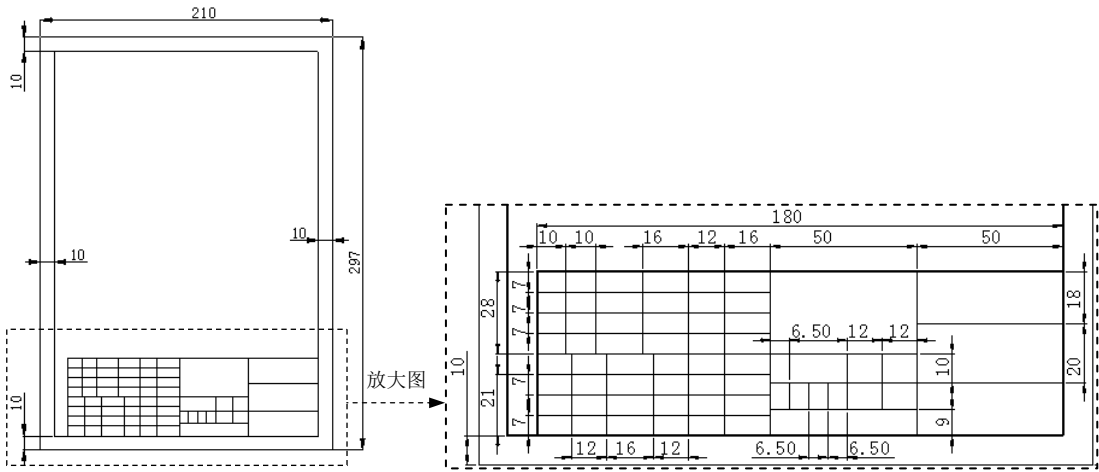

图 6.1.11 添加标题栏
(4) 设置图框线线型。单击线型工具栏中的  按钮，在打开的线型框中选择合适的线粗来更改内侧矩形的边线。
Step3. 添加标题栏。绘制图 6.1.11 所示的标题栏，并添加尺寸约束。